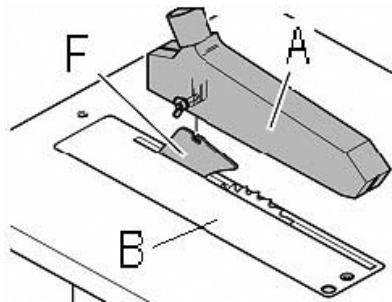

Fig. 16
Sågskyddskåpan måste alltid vara monterad. Fäst sågskyddskåpan (A, bild 16) med en vagnsbult, en bricka och en vingmutter på klyvkniven (F).